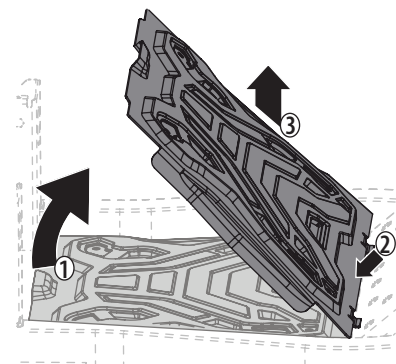

Figura 39
1. Levante con cuidado la parte trasera del panel del piso. Consulte 1 en la Figura 39.
2. Para liberar el frente del panel del piso, deslícelo hacia atrás. Consulte 2 en la Figura 39.
3. Levántelo para separarlo del tractor. Consulte 3 en la Figura 39.